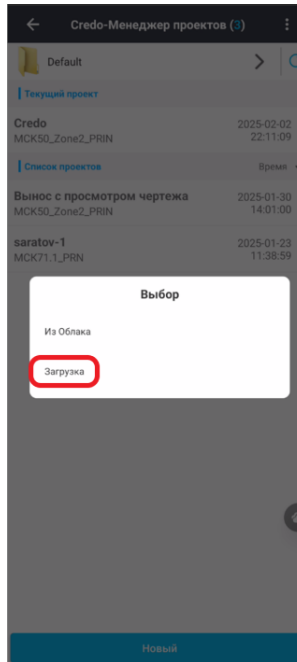

Рисунок 2.2.13
- Выберите **Загрузка** (Рисунок 2.2.13).